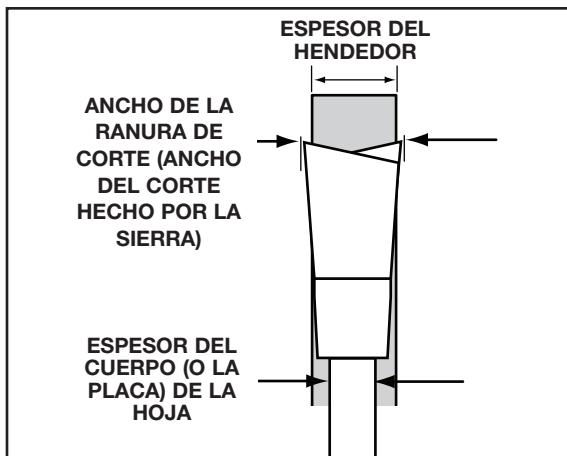

FIG. 39
Si utiliza otra hoja, controle el espesor del cuerpo o la placa de la hoja y la ranura de corte o el corte en sí, el ancho marcado en la hoja o en el paquete de la hoja. El espesor del hendedor debe ser mayor que el del cuerpo y menor que el de la ranura de corte, como se muestra en la Fig. 39. Si no tiene ese espesor, DEBE reemplazar el hendedor por uno que tenga el espesor correcto.
3. Seleccione el hendededor como se muestra en la Fig. 39.